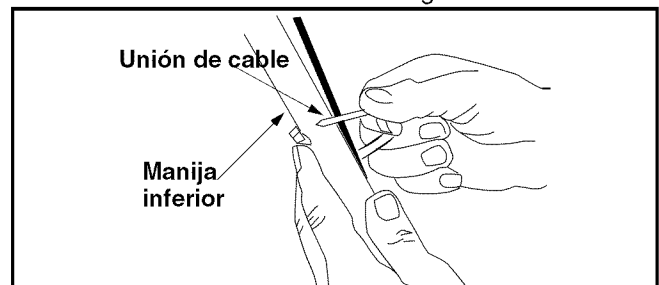

Figura 4
- Ajuste el cable a la manija inferior con las dos uniones de cable que se encuentran en la manija inferior. Jale las uniones del cable apretándolas y recortando el exceso. Vea la Figura 4.